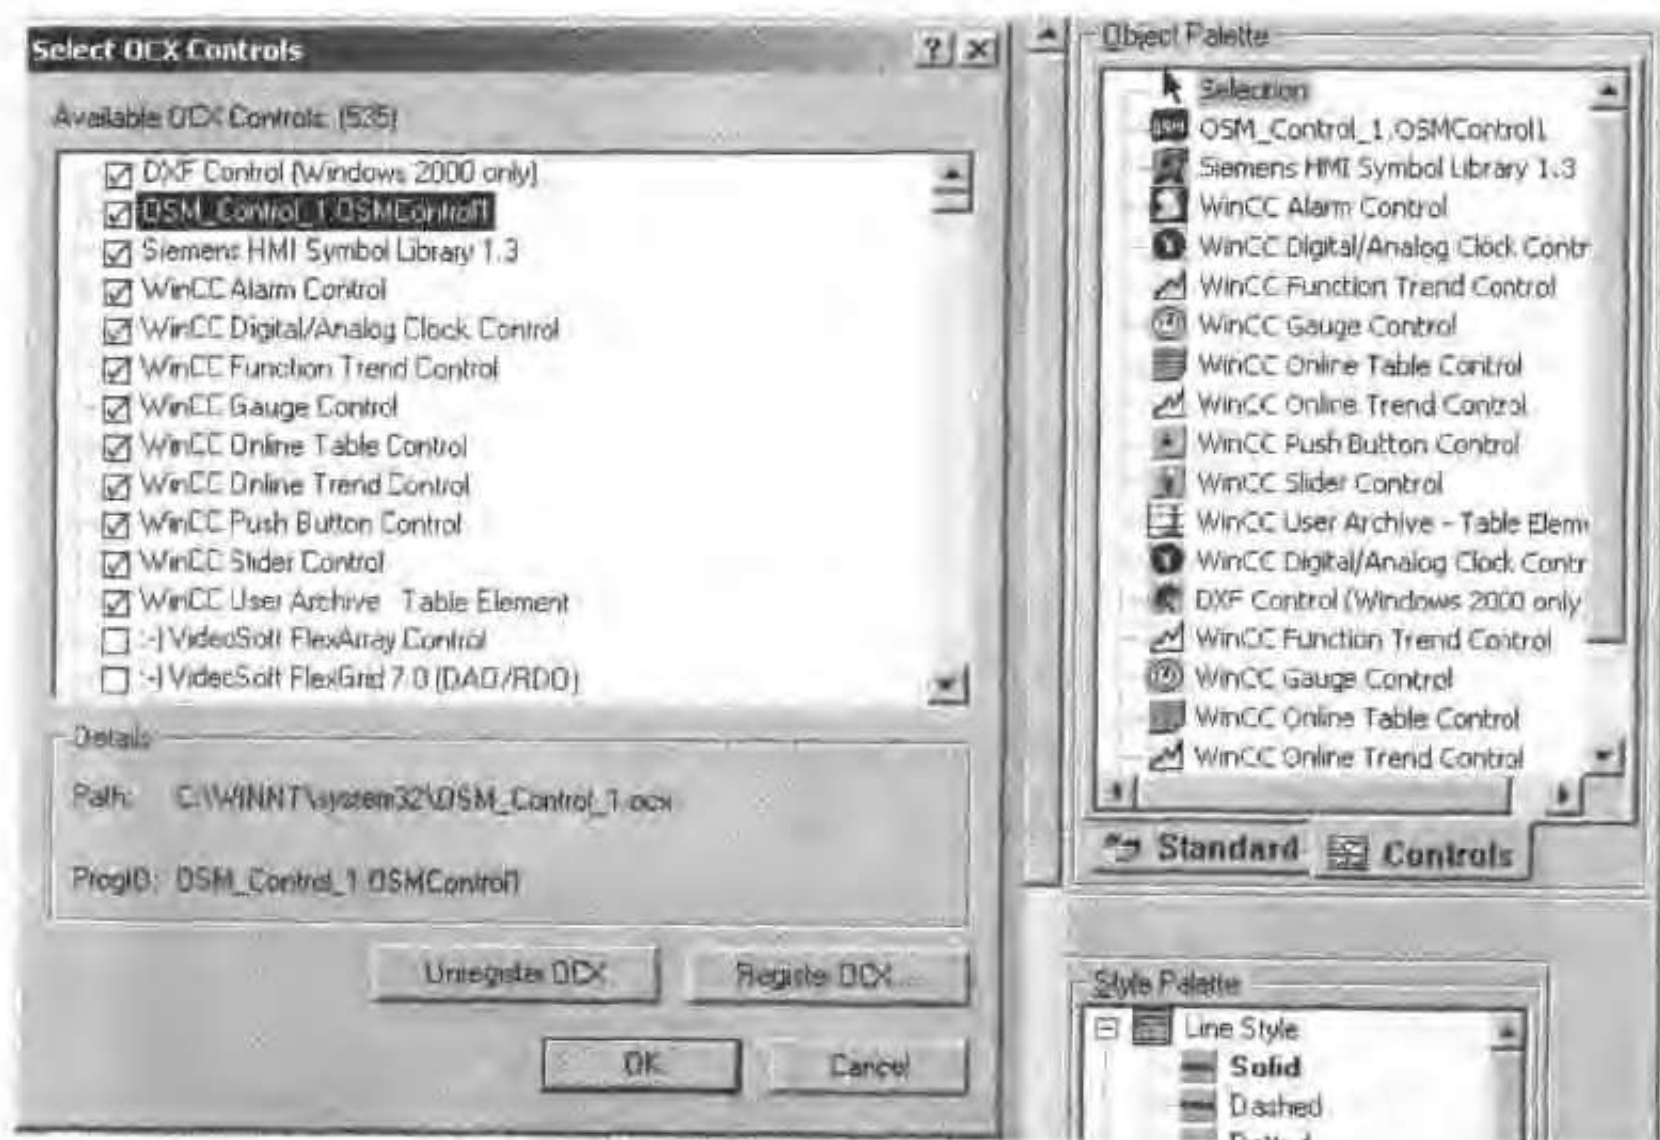

图 13-30 在 WinCC 中添加 OCX 控件
- 在 WinCC 中添加 OCX 控件, 如图 13-30 所示。